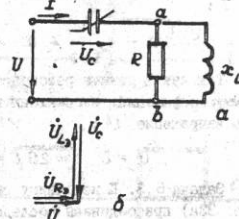

Рис. 32
**Задача 6.2.** Цепь (рис. 32а), которая питается от источника синусоидального тока, находится в режиме резонанса. Определить ток  $I$ , напряжение  $U$ , если ВАХ ЭЗ
Так как в режиме резонанса  $U = U_{R_3}$  (см. векторную диаграмму напряжений, изображенную на рис. 32б), нетрудно вычислить напряжение  $U$ :